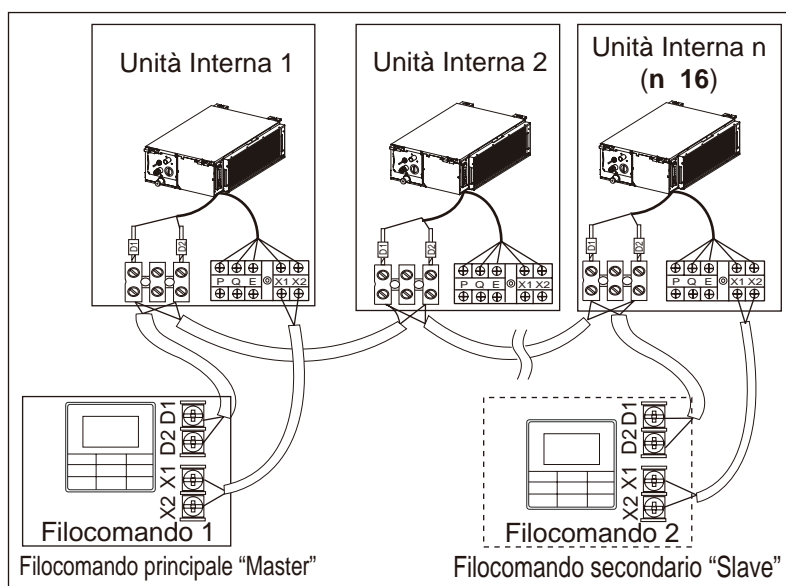

Fig. 7.8
- ♦ Utilizzare 1 Filocomando per il controllo di più Unità Interne, oppure 2 Filocomandi (1 principale "Master" e 1 secondario "Slave") per il controllo di più Unità Interne (vedi Fig. 7.8).